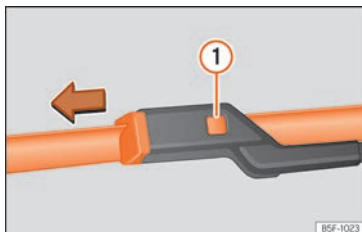

Fig. 42 Cambio de las escobillas del limpiaparabrisas.
- Mantenga presionada la tecla de desbloqueo » **fig. 42** ❶ tirando ligeramente de la escobilla en el sentido de la flecha.